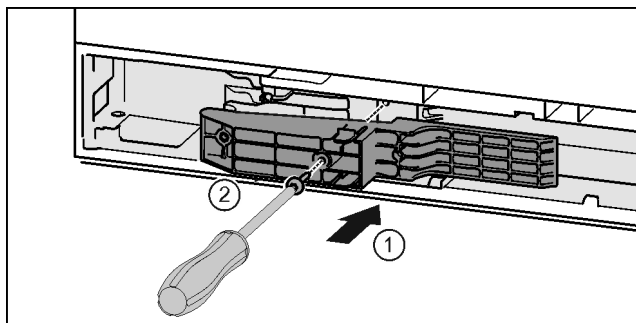

Fig. 45 *
- ▶ Prilagodilnik na strani z ročajem vstavite v odprtino. Fig. 45 (1)*
- ▶ Trdno privijte vijake z izvijačem T15. Fig. 45 (2)*